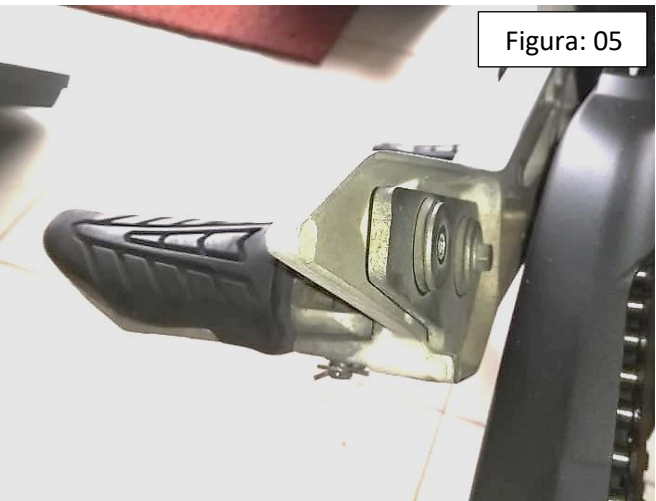

Figura: 05
**04-** No lado esquerdo, remova os parafusos localizados atrás do suporte da pedaleira do passageiro, e insira o suporte (item 03), para fixar utilize os parafusos originais. Em seguida, faça a união junto ao reforço lateral (item 03) utilizando o parafuso 08 x 16 e porca travante (itens 07 e 06), detalhe B e Fig. 05, 06, 07 e 08;